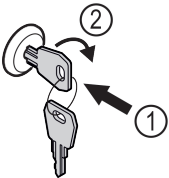

Fig. 143
- ▶ Dugja be a kulcsot Fig. 143 (1).
- ▶ Forgassa el a kulcsot 90°-kal az óramutató járásával megegyező irányba Fig. 143 (2).